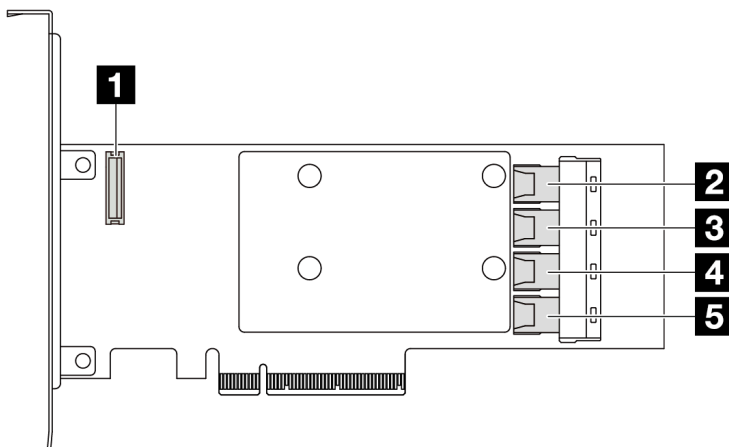

Рис. 317. Адаптер RAID/HBA 16i Gen 3 SFF (четыре разъема порта)
- Рис. 317 «Адаптер RAID 16i Gen 3 SFF (четыре разъема порта)» на странице 369